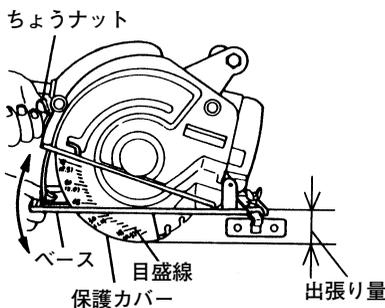

図 8
- 保護カバーの目盛を利用して切込み深さが調節できます。(図8)